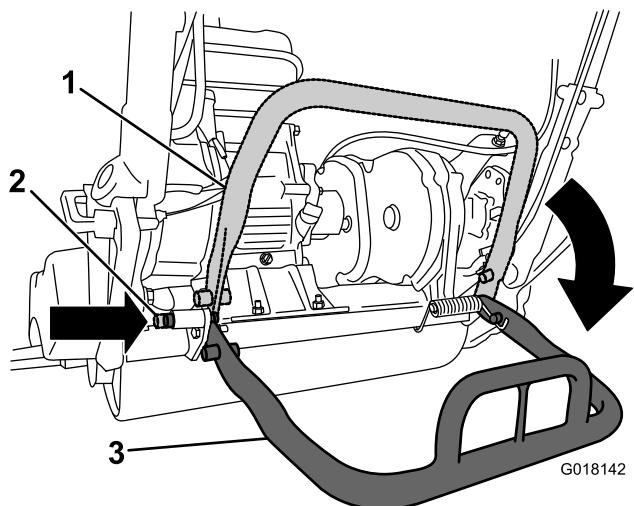

図 21
- リールを外している間にユニットが倒れないように、キックスタンドを下げる、ロッキングピンを差し込んでキックスタンドを整備位置にロックします図 21。